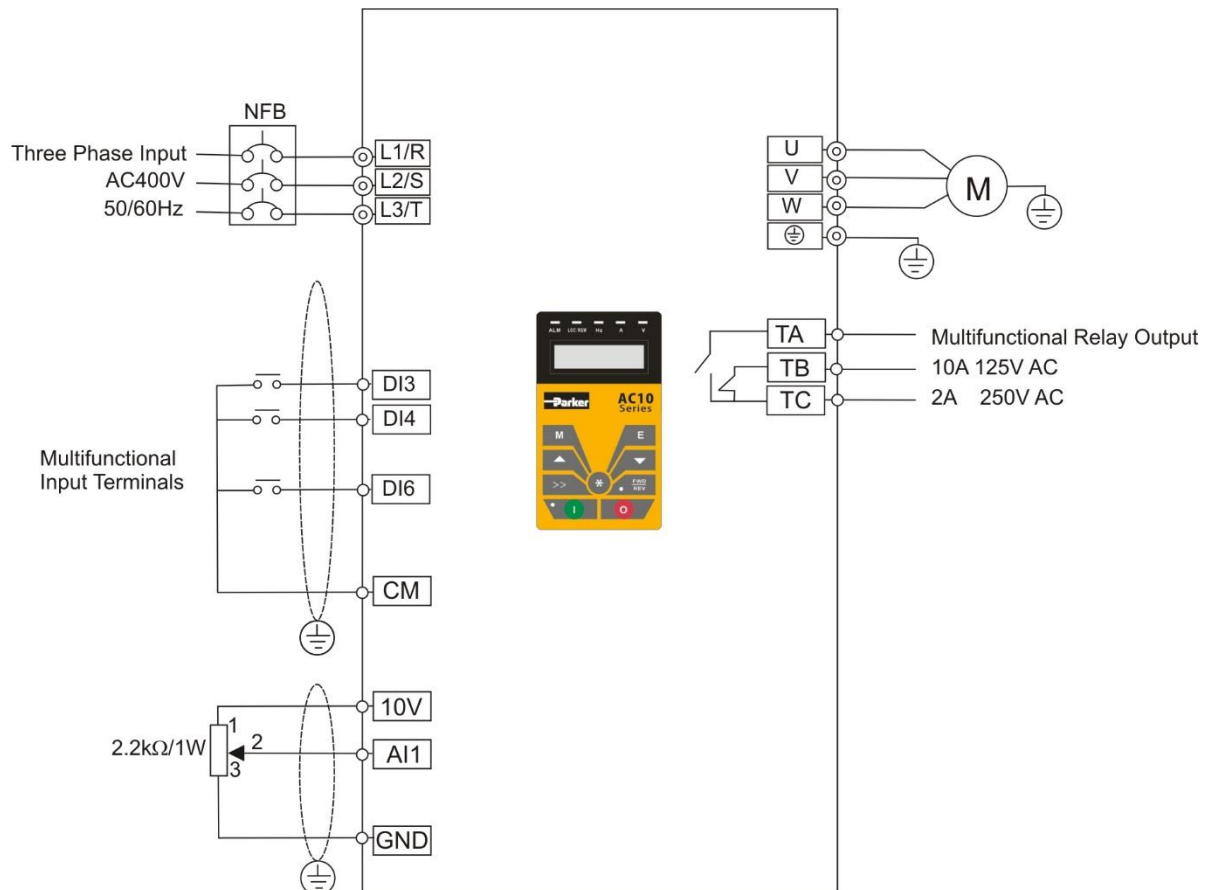

Abbildung 8-3 Schaltplan 3
- i. Verbinden Sie die Kabel gemäß **Abbildung 8-3**. Nachdem die Verkabelung erfolgreich überprüft wurde, schalten Sie die Netzspannung und den Wechselrichter ein. Hinweis: Zum Einstellen der externen Analogsignale kann ein Potentiometer 2K – 5K verwendet werden. Bei höheren Anforderungen an die Präzision werden ein präzises Mehrgangpotentiometer und abgeschirmte Kabel für die Kabelverbindungen empfohlen, wobei das nahe Ende der Abschirmungsschicht zuverlässig geerdet sein muss.